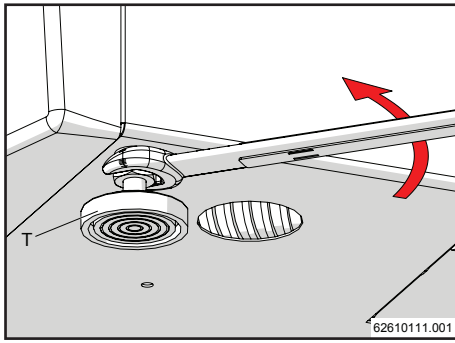
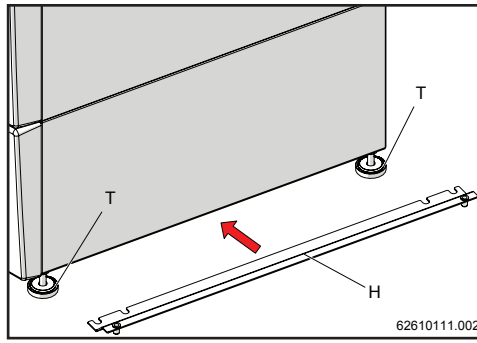

Figure 15-1
Figure 15-2
- 1.- Desserrer, avec la clé anglaise appropriée, les pieds réglables de l'appareil "T" (figure 15-1), insérez le support "H" et resserrez les pieds "T" (figure 15-2 e 15-3). Répétez la même procédure de l'autre côté.